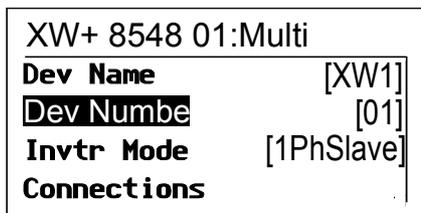

Figura 3-9 Impostazione del numero di un dispositivo
2. Nel menu `Multi-Unit Config` (Configurazione più unità), selezionare `Dev Number` (Numero dispositivo). Vedere la Figura 3-9.